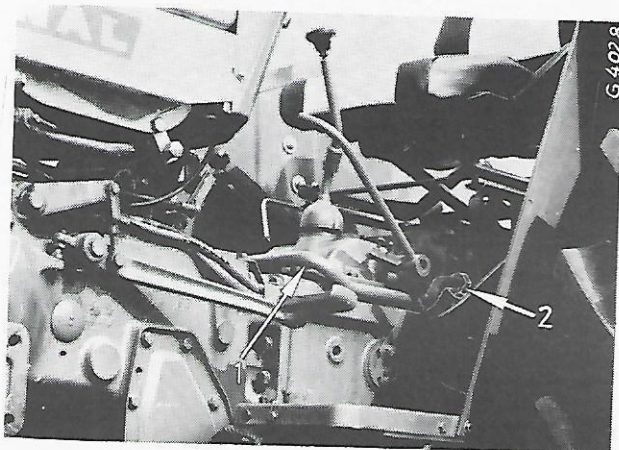

Fig. 70
Desserrez la tuyauterie d'aspiration (1, fig. 70) et dévissez la crépine d'aspiration (2). Nettoyez-la dans du combustible diesel, en utilisant une brosse à poils souples. Faites-la sécher avec un jet d'air comprimé que vous dirigerez de l'intérieur vers l'extérieur.
Remettez la tuyauterie d'aspiration (1, fig. 70) et serrez à fond tous les raccords.